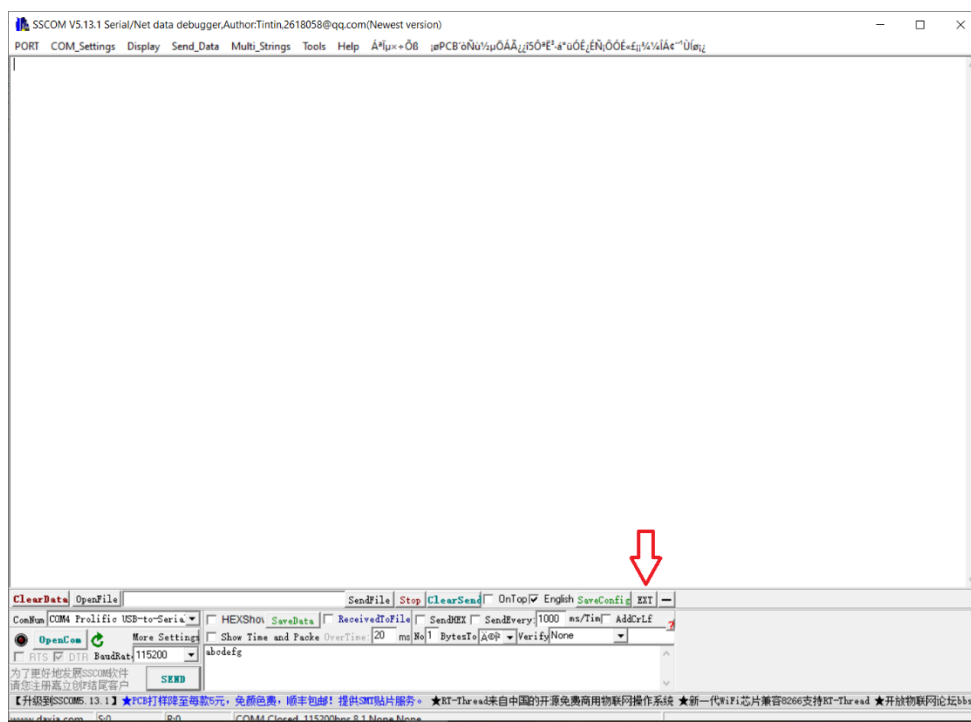

Figura 9 – Opção EXT
Passo 1: Clique no ícone EXT conforme figura 9.